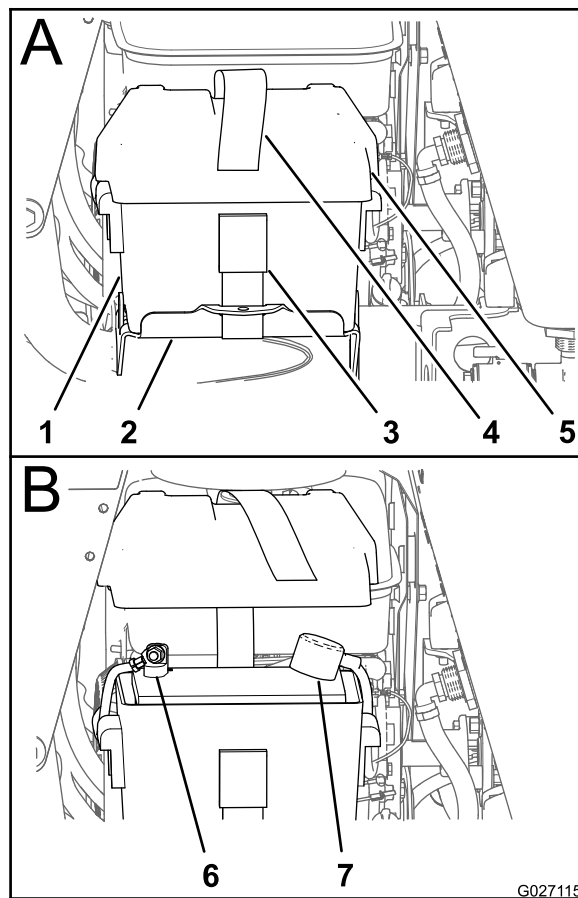

Figure 80
2. Sortez l'extrémité libre de la sangle de la batterie de la boucle et enlevez le couvercle du bac de la batterie (Figure 80).
- Si le câble positif est également débranché, reliez le **câble positif (rouge)** à la borne positive de la batterie et placez le capuchon sur la borne positive (Figure 80).
- Placez le couvercle sur le bac de la batterie et fixez le couvercle et le bac sur le support de la batterie à l'aide de la sangle (Figure 80).
2. Déposez le couvercle de la batterie (Figure 80); voir l'opération 2 de Contrôle de la charge de la batterie \(page 67\).
6. Placez le couvercle sur le bac de la batterie et fixez le couvercle et le bac sur le support de la batterie à l'aide de la sangle (Figure 80).